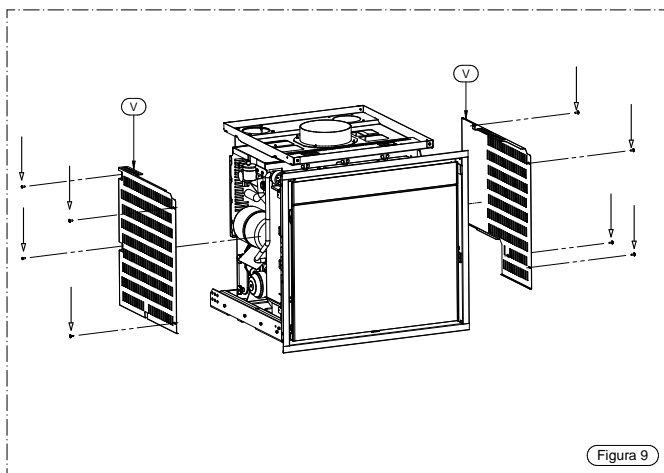

Figura 9
- Riasssemblare i fianchi rivestimento V precedentemente smontati agendo sulle 4 viti indicate con la freccia (vedi Figura 9).